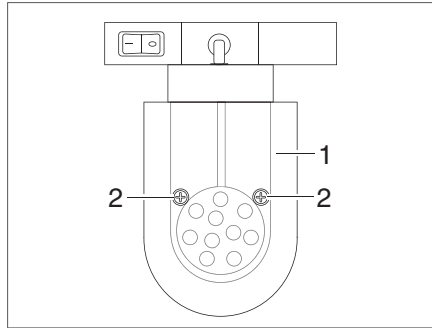

Fig. 157 Foco halógeno (desplazable)
- Soltar los tornillos de fijación (Fig. 157,1).
- Retirar la copa de la lámpara (Fig. 157,2) cuidadosamente de la sujeción.